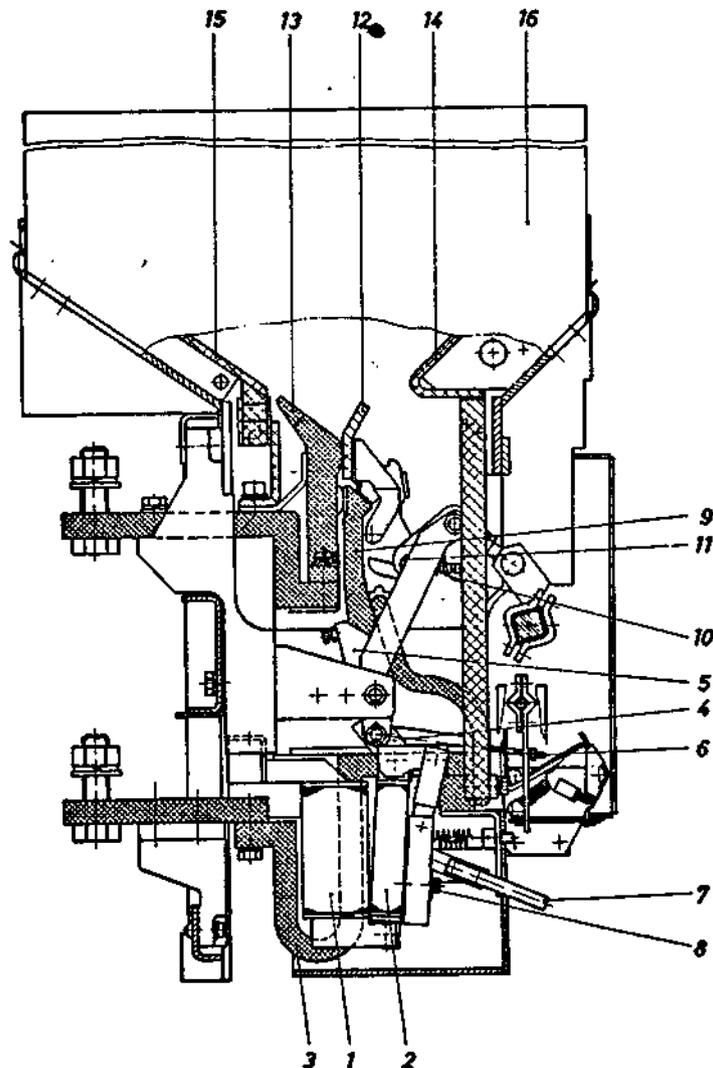

Fig. 2: Sistema de Contatos do Disjuntor MEY-RAPID
1.3.3. Sistema de Contatos (Fig.2)
O princípio de funcionamento é baseado no sistema pendular, onde uma âncora móvel (2, Fig.2) é deslocada magneticamente.